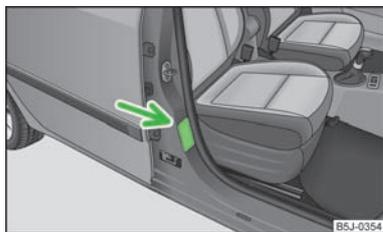

Fig. 104
- L'autocollant qui se trouve sur le montant B côté passager avant attire votre attention à ce sujet » fig. 104. L'autocollant est visible dès que la portière du passager avant est ouverte. L'autocollant est aussi placé sur le pare-soleil du passager avant dans certains pays.